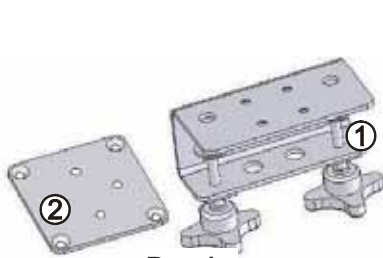

Рис.1
1. Для установки светильника предусмотрены трубка (1) или пластина (2), которая крепится к столешнице саморезами, рис.1.